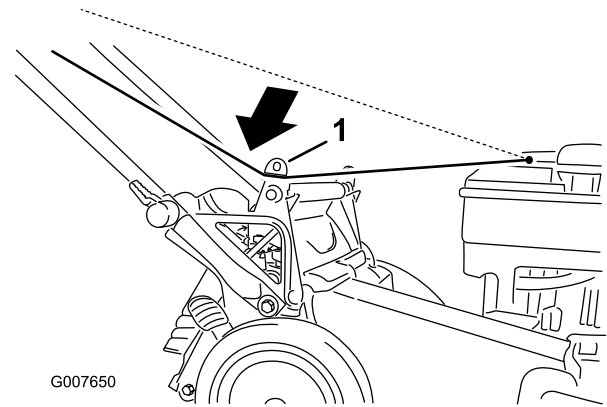

Figura 1
1. Pase la cuerda del arrancador alrededor de la guía de cuerda inferior (Figura 1).